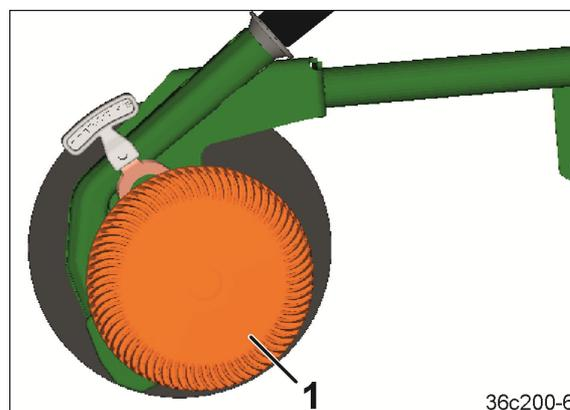

Рис. 76
**Роликовый ограничитель глубины Control 25** (Рис. 76/1) с опорной поверхностью шириной 25 мм обеспечивает небольшую глубину заделки с увеличенным давлением сошника на легких почвах.